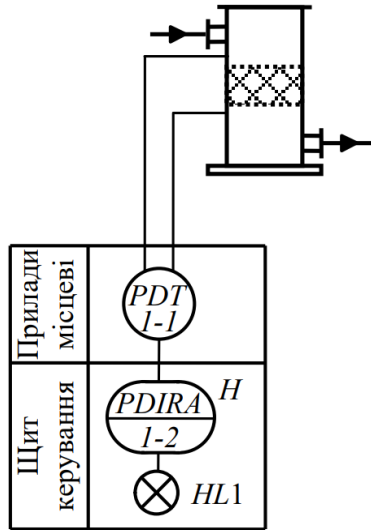

Рис. 5. Контроль перепаду тиску на фільтрі з сигналізацією [6].
*Задача №3.* У біотехнологічних виробництвах часто виникає необхідність регулювання тиску газу, пари та рідини в трубопроводах. Зробити опис технічних засобів автоматизації контролю перепаду тиску на фільтрі з сигналізацією (рис. 5).